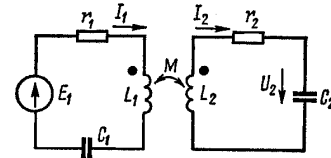

рис. 8
9. У схемі рис.8 відомі параметри $L_1 = 350 \text{ мкГн}$, $C_1 = 250 \text{ пФ}$, $r_1 = 10 \text{ Ом}$, $L_2 = 365 \text{ мкГн}$, $r_2 = 8 \text{ Ом}$. Амплітуда е.р.с. генератора дорівнює 200 В . Обидва контури окремо налаштовані у резонанс на одну і